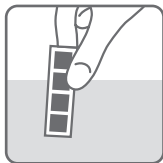

Abb. 41
- Alle Testfelder des Teststreifens 1 Sekunde lang in ein Glas mit 15–30 °C warmem Leitungswasser eintauchen (Abb. 41, nicht unter laufendes Wasser halten!).